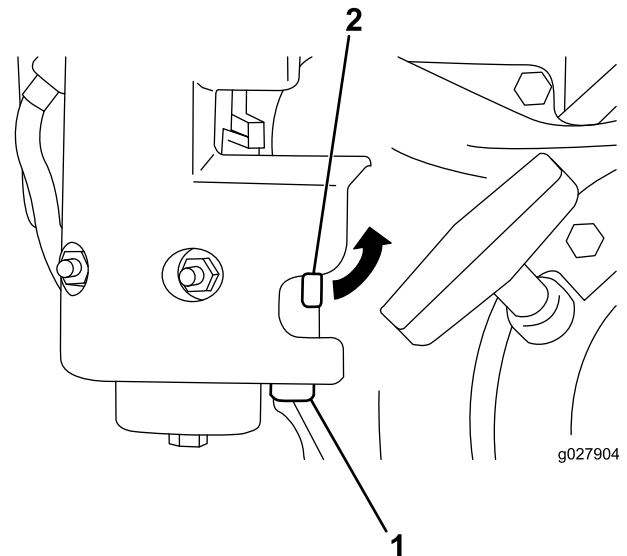

Figura 29
1. Cierre la válvula de cierre del combustible y desenrosque el portafiltros del cuerpo del carburador (Figura 29).